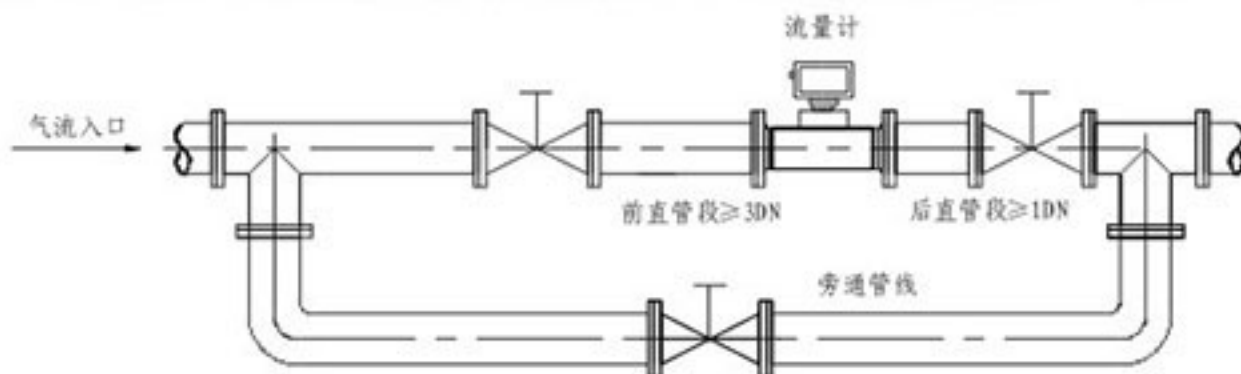

图3 旁通管道安装图
- 为了不影响流体正常输送和便于维护，要求按图3所示安装旁通管道，并保证前 $\geq 3DN$ 、后 $\geq 1DN$ 的直管段；